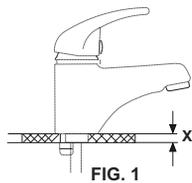

FIG. 1
- 1- Medir a espessura da louça ou mesa onde será instalado o monocomando (Fig.1).